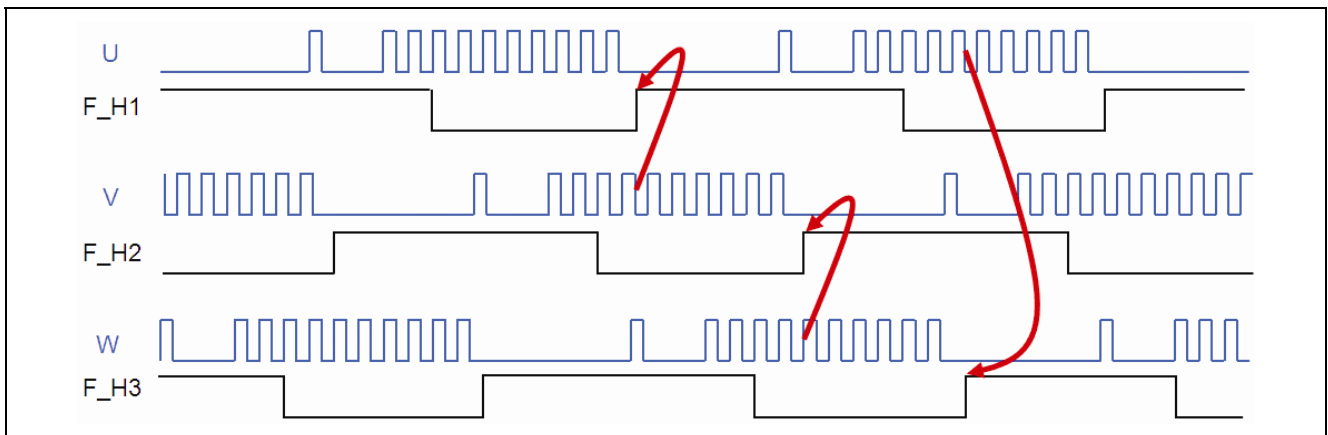

図 3-3 3 相の BEMF 信号と擬似信号の関係
3 相の BEMF 間の関係が図 3-3 に示されています。赤色の矢印 () は擬似的なホールセンサ信号の立ち上がりエッジを示しています。各相がハイ (H) となる時点は別の相の信号によって判定されていますので、この方法のためには 3 個のタイマチャンネルが必要とされます。